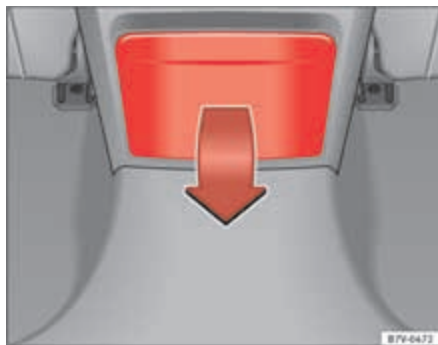

Fig. 123 Parte posterior de la consola central: desplegar los portabebidas.
- Para *abrir*, desplegar hacia abajo el portabebidas, en el sentido que indica la flecha ⇒ fig. 123.